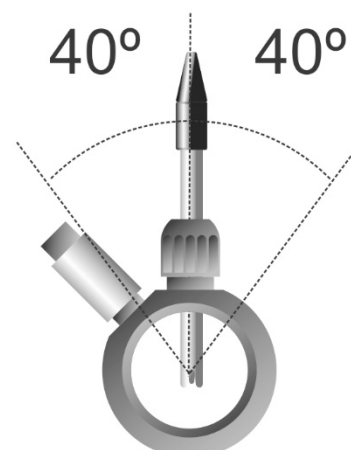

Abb. 3a
4. Die pH-/ORP-Sensoren immer vorzugsweise in einer senkrechten Position oder mit einer Neigung von maximal 40° installieren (Abb. 3a).